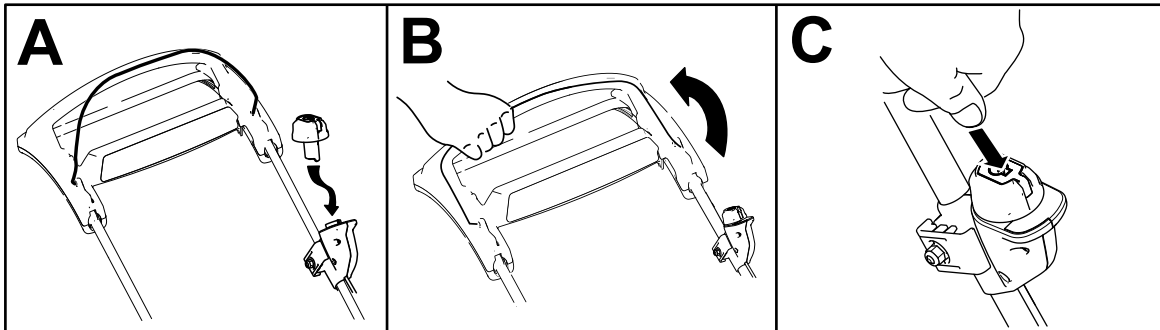

Figura 13
2. Introduzca el botón de arranque eléctrico en el interruptor de arranque eléctrico (Figura 13, A).
3. Apriete la barra de control de la cuchilla contra el manillar (Figura 13, B).
4. Pulse el botón de arranque eléctrico y manténgalo pulsado hasta que el motor arranque (Figura 13, C).